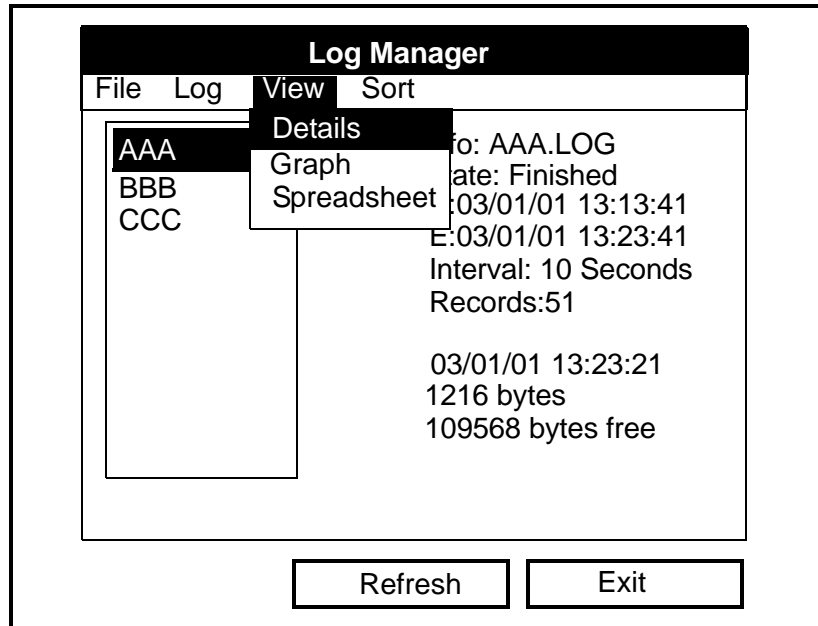

Figura 5-10: Menú View (Vista) en Log Manager (Gestor de registro)
2. Pulse la tecla [▶] hasta que el menú *View* (Vista) quede resaltado. A continuación, pulse [ENTER] y se abrirá una ventana como la de la figura 5-10.